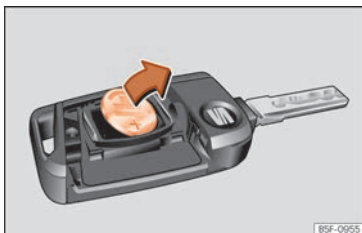

Fig. 71 Clé du véhicule : retirez la pile.
- Retirez la pile du compartiment à l'aide d'un objet fin approprié »» fig. 71.
- Placez la pile neuve comme indiqué »» fig. 71 et appuyez-la contre le logement des piles dans le sens contraire de la flèche »» ❷.